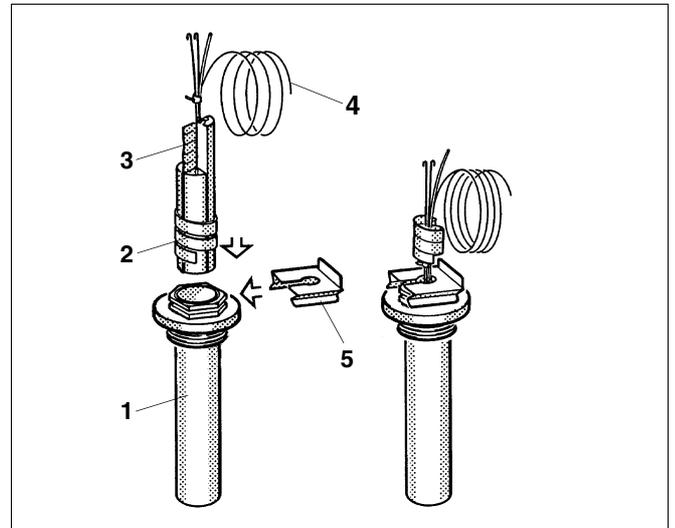

Abb. 15 Tauchhülse und Temperaturfühler
- Temperaturfühler bis zum Anschlag in die Tauchhülse (Abb. 15, **Pos. 1**) einstecken. Die Kunststoffspirale (Abb. 15, **Pos. 2**) schiebt sich dabei automatisch zurück. Die Ausgleichfeder (Abb. 15, **Pos. 3**) muss mit in die Tauchhülse (Abb. 15, **Pos. 1**) geschoben werden.
- Fühlersicherung (Abb. 15, **Pos. 5**) (Lieferumfang Regelgerät) von der Seite oder von oben auf den Tauchhülsekopf drücken (siehe Pfeile).